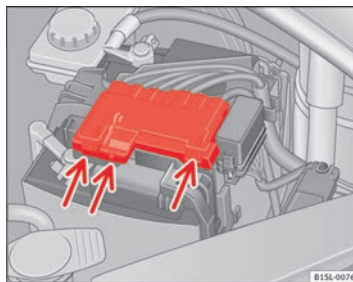

Fig. 115 En el vano motor: Retire la cubierta de la batería del vehículo.
- Haga presión sobre las lengüetas ⇒ **fig. 115** (flechas) en el sentido de las flechas y extraiga hacia arriba la cubierta de la batería.